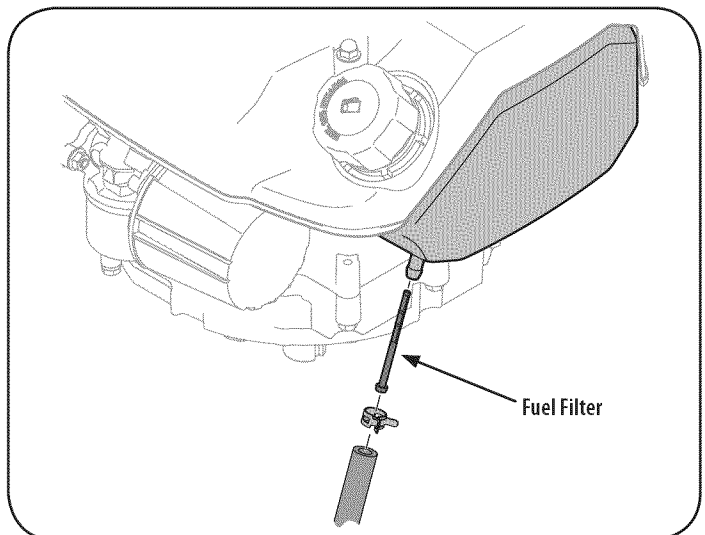

Figura 22
- Quite la c-abrazadera de la línea de combustible y quite la línea de combustible de la salida de tanque. Ver la Figura 22.